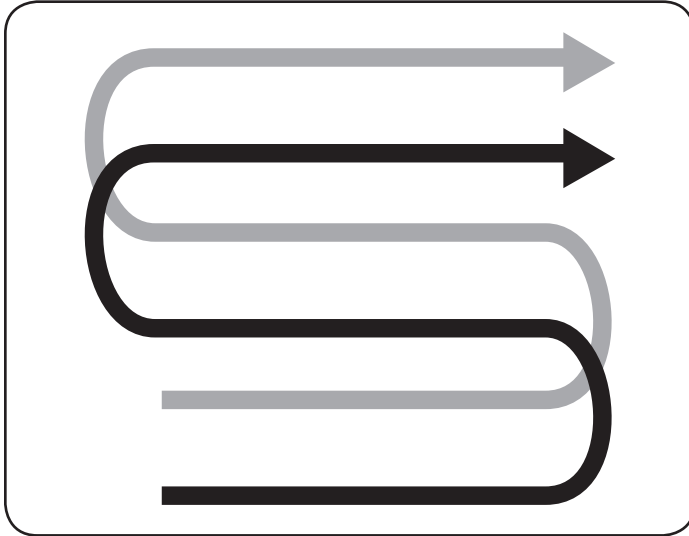

Figura 17
- Al preparar el lecho de siembra, recorra la misma senda dos veces en la primera hilera, luego traslape la mitad del ancho de la cultivadora en el resto de las pasadas. Vea la Figura 17.